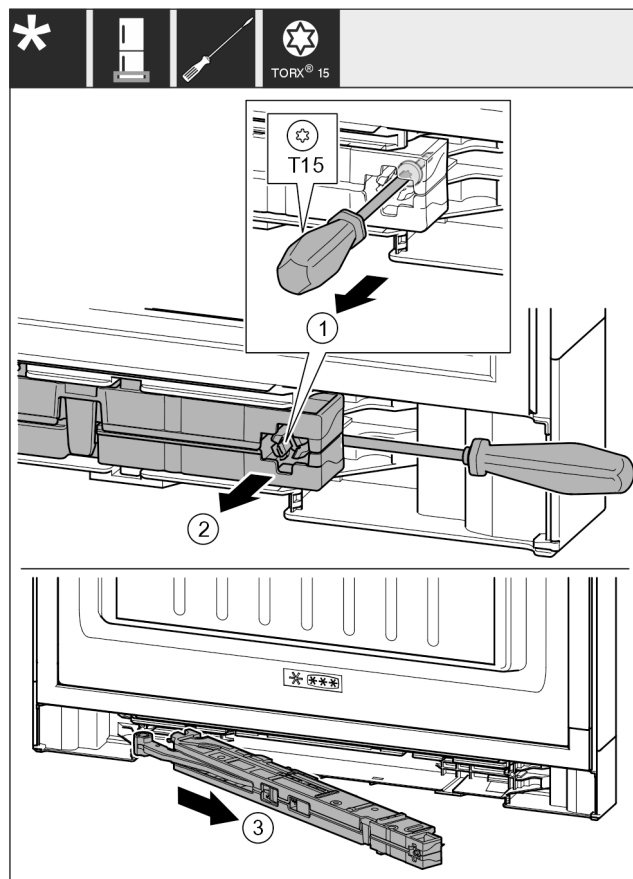

Fig. 17
► Odkręcić śrubokrętem śrubę Fig. 17 (1) na amortyzatorze zamykania drzwi na 14 mm.
► Wyczepić amortyzator zamykania drzwi Fig. 17 (2) śrubokrętem po stronie uchwytu.
► Wyjąć amortyzator zamykania drzwi Fig. 17 (3).